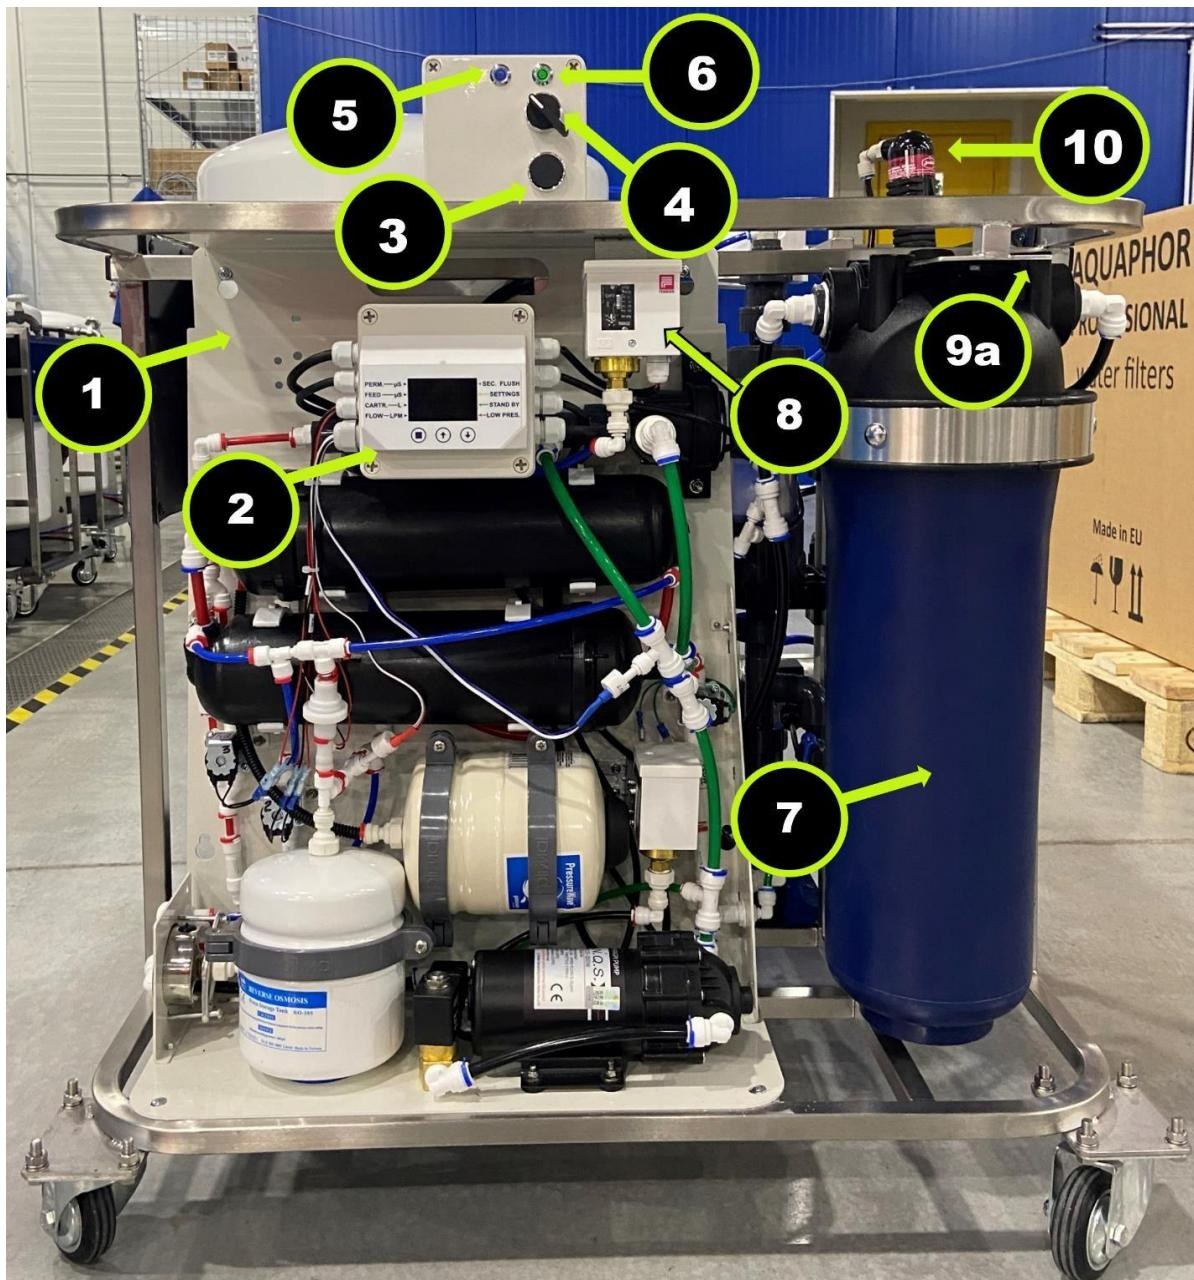
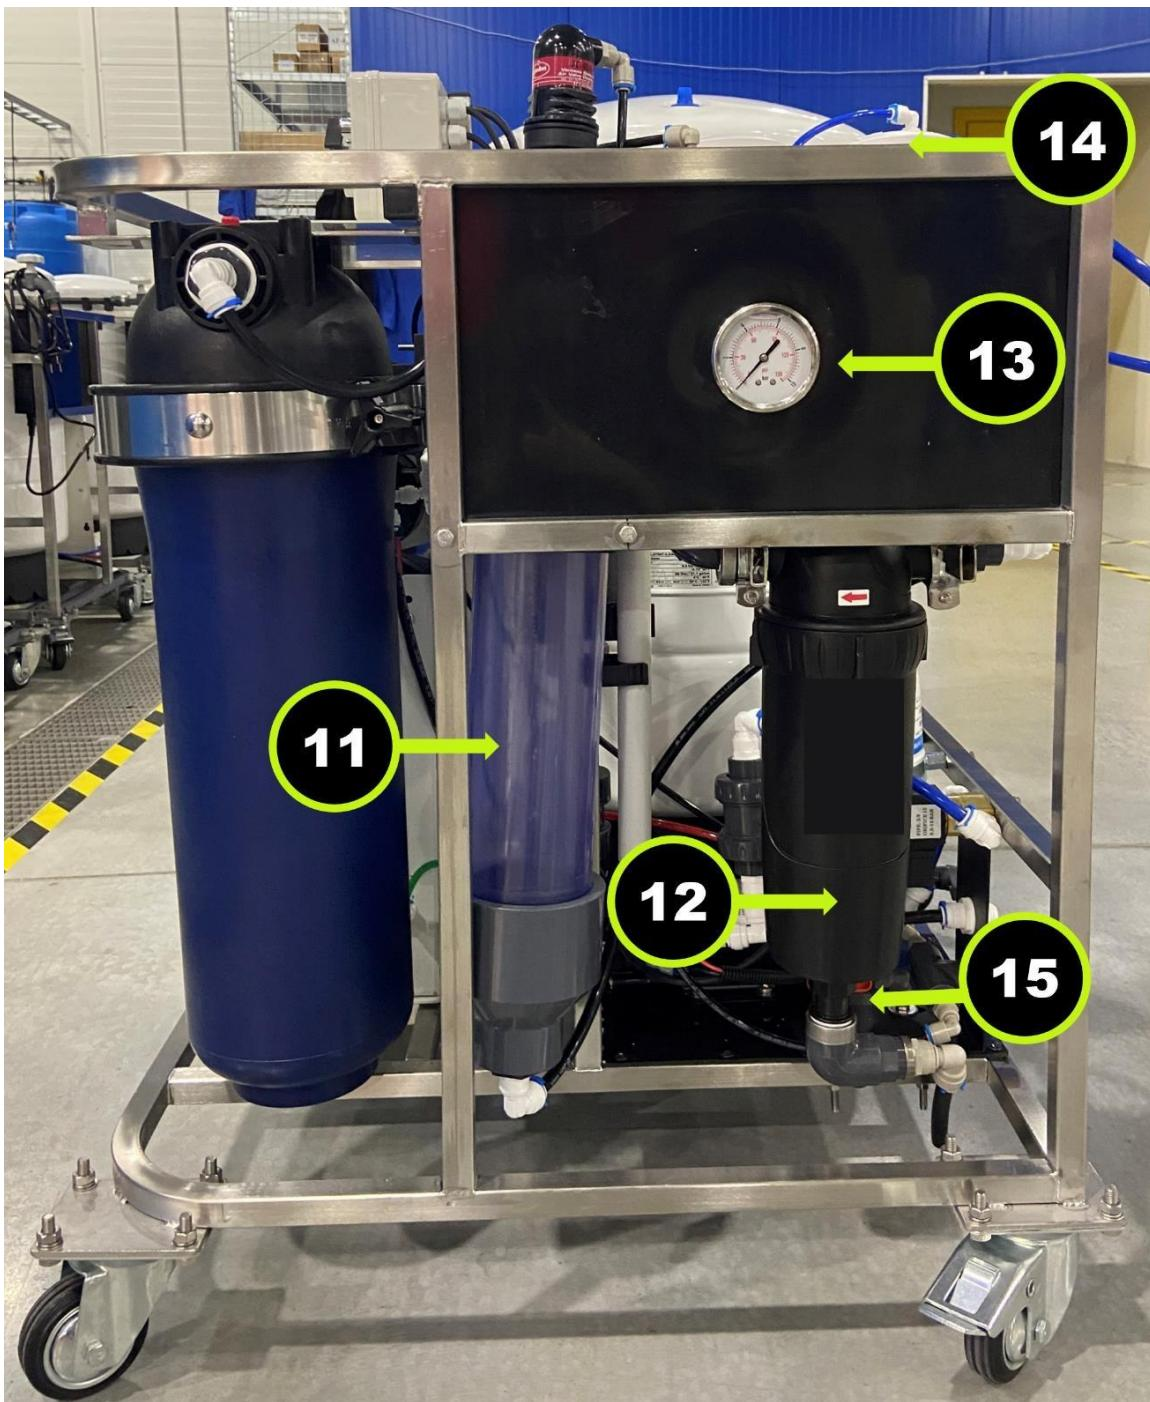
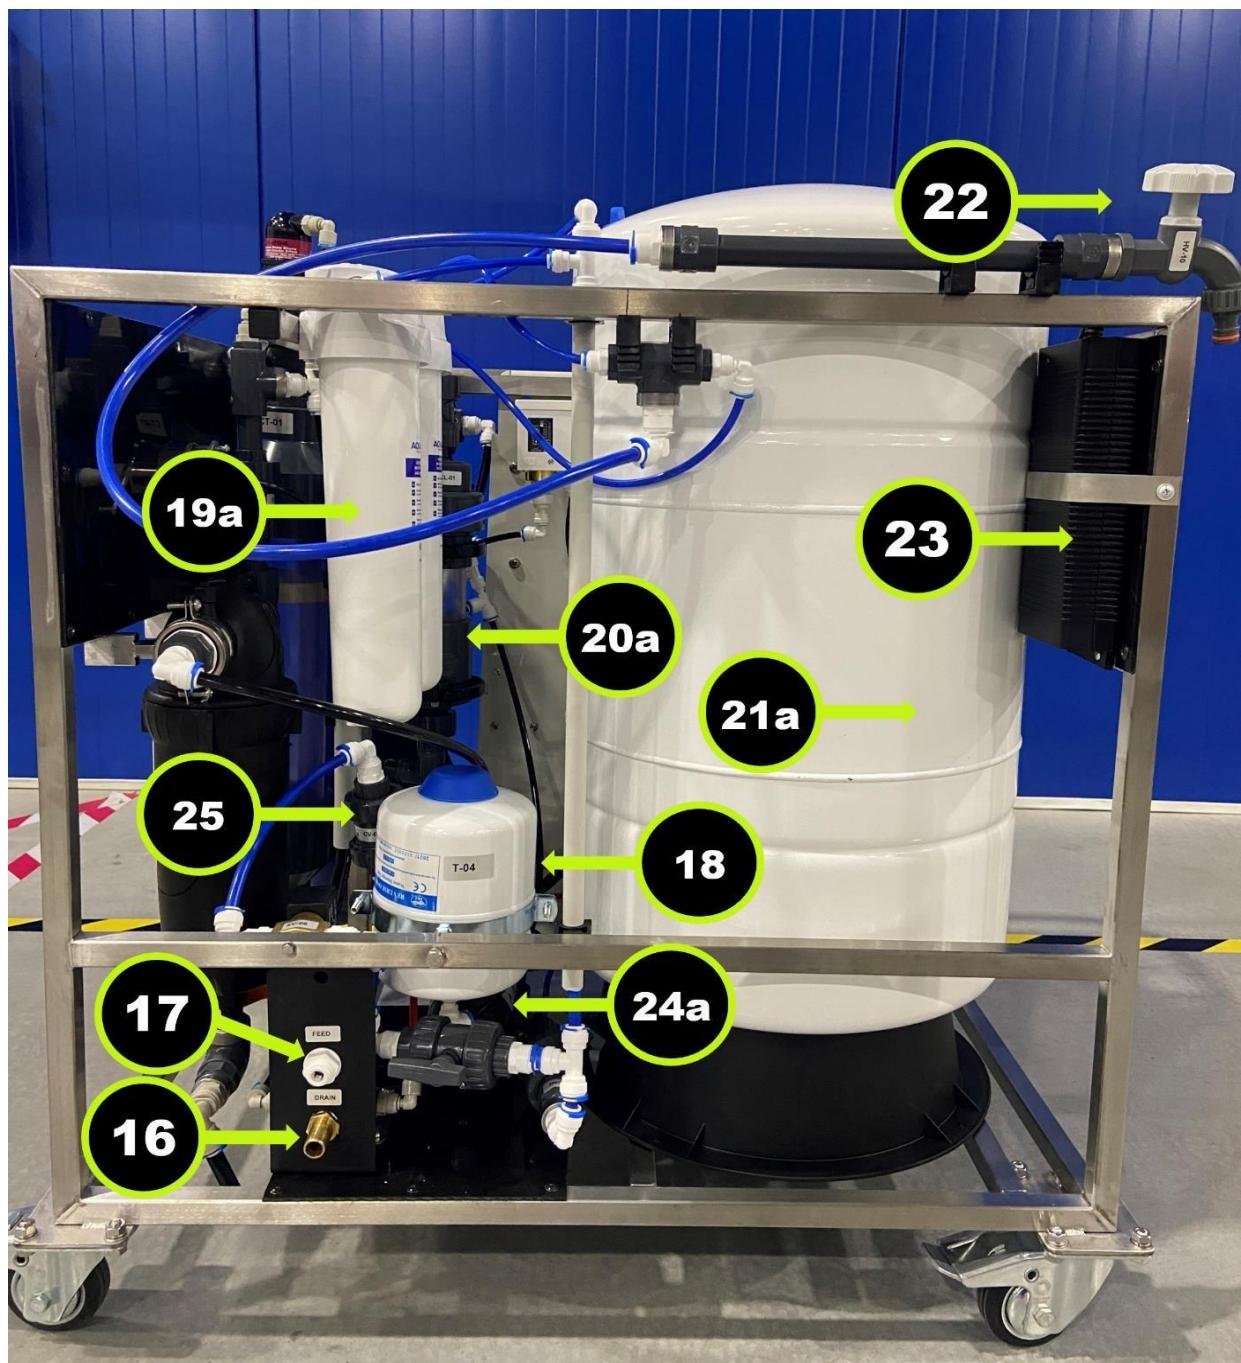

Abbildung 1
Abbildung 2
Abbildung 3
- a. Anschließend wird es im Entgasungs- und Amortisationstank mit einer Chlorlösung absorbiert (Abb. 2/11).
- b. Es durchläuft den nächsten mechanischen Filter (Abb. 2/12) und gelangt dann zum Viking-Vorfiltermodul (Abb. 1/7). Die Kohlepatrone absorbiert Chlor und organische Verbindungen aus dem Wasser.
- c. Das vorgefilterte Wasser gelangt zur Tiefenreinigung in ein Umkehrosmose-System (Abb. 1/1). Anschließend wird das Quellwasser in zwei Ströme aufgeteilt, das Produkt (reines Wasser) und das Konzentrat (Schmutzwasser). Das Konzentrat wird
in den Abfluss geleitet (Abb. 3/16), das Produkt wird im Speichertank gesammelt (Abb. 3/21a).
- d. Das reine Wasser durchläuft die Stufe der Konditionierung und Mineralisierung durch Aquaphor K7BM-Module (Abb. 3/19a).
- e. Das reine mineralisierte Wasser wird über einen Wasserhahn abgegeben (Abb. 3/22).
- f. Wenn der Druck im Speichertank den eingestellten Wert erreicht, wechselt das System in den Standby-Modus. Das Relais der Druckpumpe (Abb. 1/8) wird ausgeschaltet. Gleichzeitig öffnet sich das Ventil zum Spülen des Grobfilters (Abb. 3/25) für 12 Sekunden.
- a. Schließen Sie den schwarzen Schlauch an das System an (Abb. 3/17). Tauchen Sie das andere Ende des Schlauchs (das mit dem installierten Filter) (Abb. 5) in einen Wasserbehälter.
- c. Entfernen Sie den Becher des Chlorinators (Abb. 3/20a, Abb. 4/20b) und legen Sie die Tablette auf den Boden des Behälters zur Vorbereitung der Lösung.
2. Schließen Sie das System an die Stromquelle an. Schalten Sie den Schalter auf ON (Abb. 1/4). Die Förderpumpe nimmt ihren Betrieb auf (Abb. 3/24).
Achtung! Der mechanische Filter sollte regelmäßig gespült werden: Öffnen Sie bei eingeschaltetem Filtrationsmodus kurzzeitig das Abllassventil (Abb. 2/15).